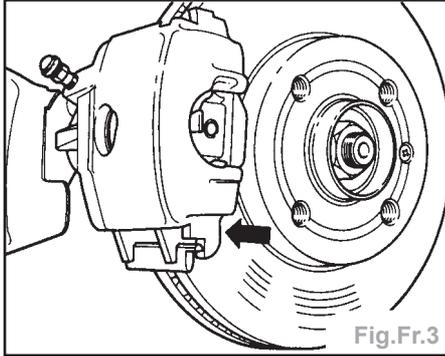

Fig.Fr.3
- mettre en place d'abord la partie inférieure du boîtier d'étrier de frein (flèche) (Fig.Fr.3).